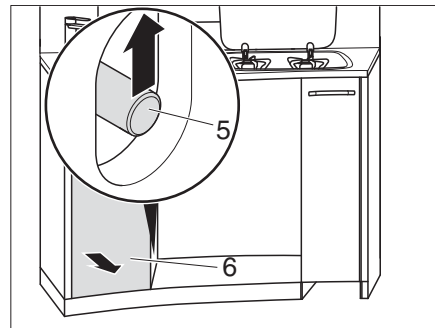

Fig. 112 Déverrouiller le tiroir de cuisine haut
- Passer une main dans l'ouverture et pousser la tige de poussée (Fig. 112,5) vers le haut.